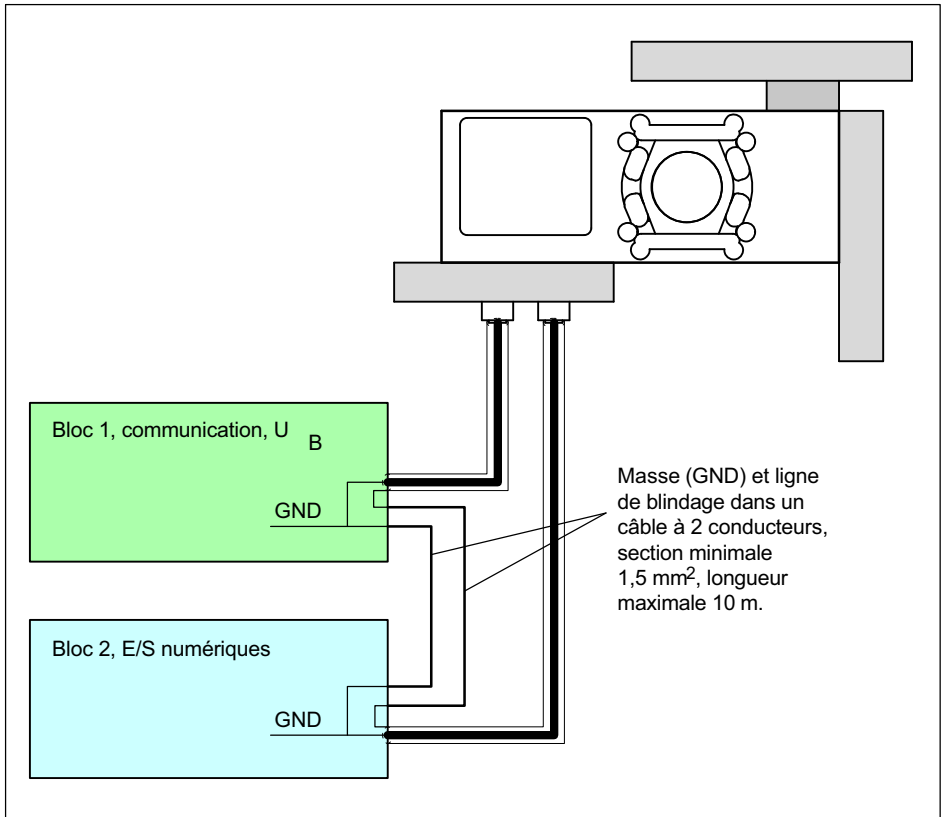

Fig. 7.1 Connexion des potentiels GND en cas de blocs séparés
1. Les blocs fonctionnels, c'est-à-dire la partie numérique pour les sorties de commutation et la partie pour l'alimentation en tension de fonctionnement et l'interface, sont placés à des endroits différents (Fig. 7.1).
Dans le premier cas, s'assurer que le blindage des deux lignes ainsi que le potentiel GND sont chacun reliés par une ligne d'une section minimale de $1,5 \text{ mm}^2$. Ces lignes peuvent comporter un ou plusieurs conducteurs. Les lignes à un seul conducteur doivent cependant être situées très près les unes des autres et ne pas suivre des chemins différents. La longueur totale d'un conducteur ne doit pas dépasser 10 m (Fig. 7.1).